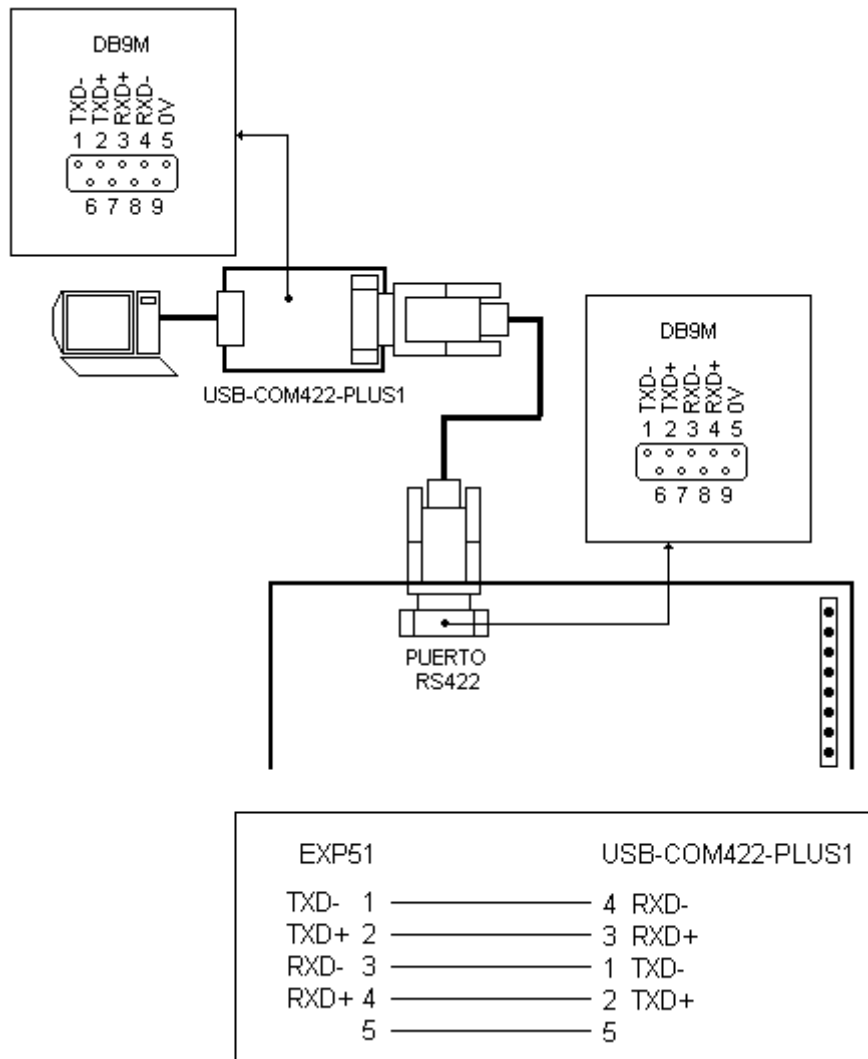

Figura 61
11. Conectar el puerto RS422 de la EXP51 al PC por un adaptador USB-COM422-PLUS1 según la Figura 61